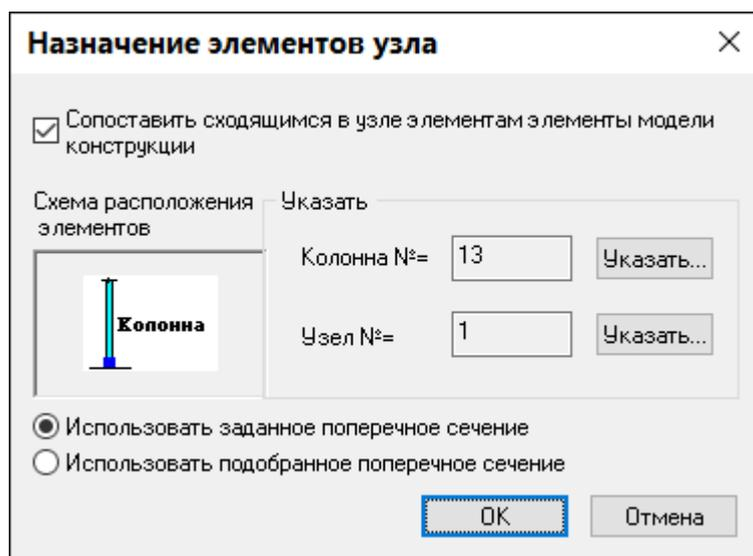

Рис.12.31. Диалоговое окно **Назначение элементов узла**
- В новом окне **Назначение элементов узла** (рис.12.31) включите радио-кнопку **Использовать заданное поперечное сечение**.